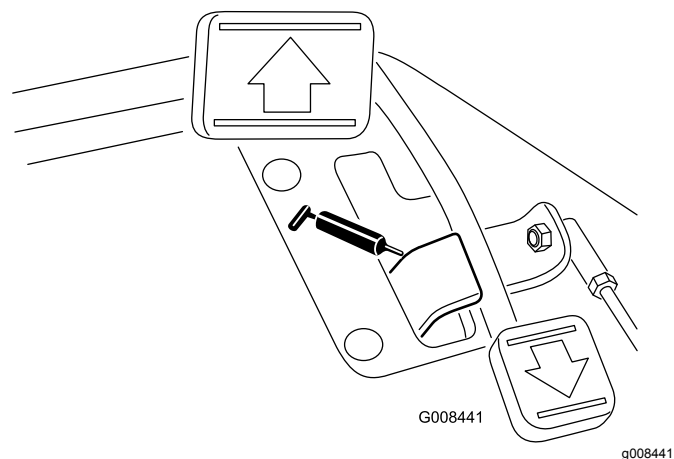

Рисунок 30
- Шарнир педали управления тягой (1) (Рисунок 30)